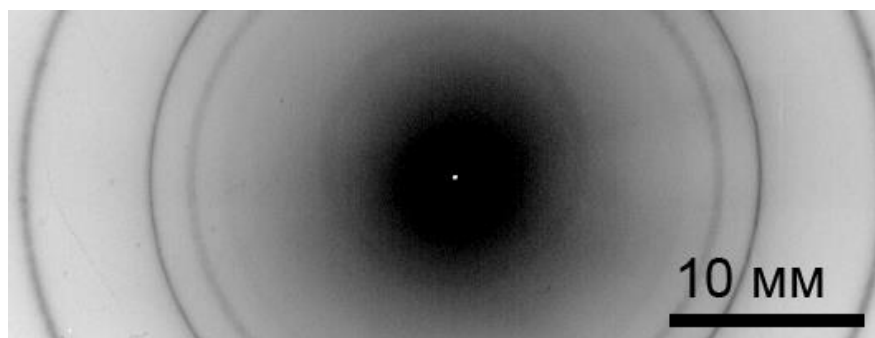

Рис. 3 Электронограмма пленки MgO
4. Рассчитайте постоянную электронографа по электронограмме MgO (рис. 3). (Масштабная шкала отражает размеры электронограммы на фото пленке)